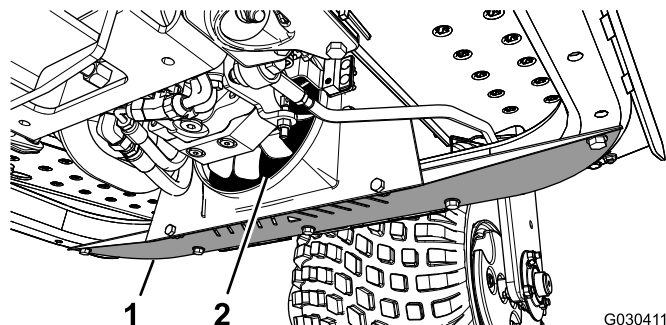

图45
1. 卸下下护罩（图45）。
2. 使用延长管，将压缩空气吹入风扇叶片之间（图45），将杂物从其进入的方向吹出。